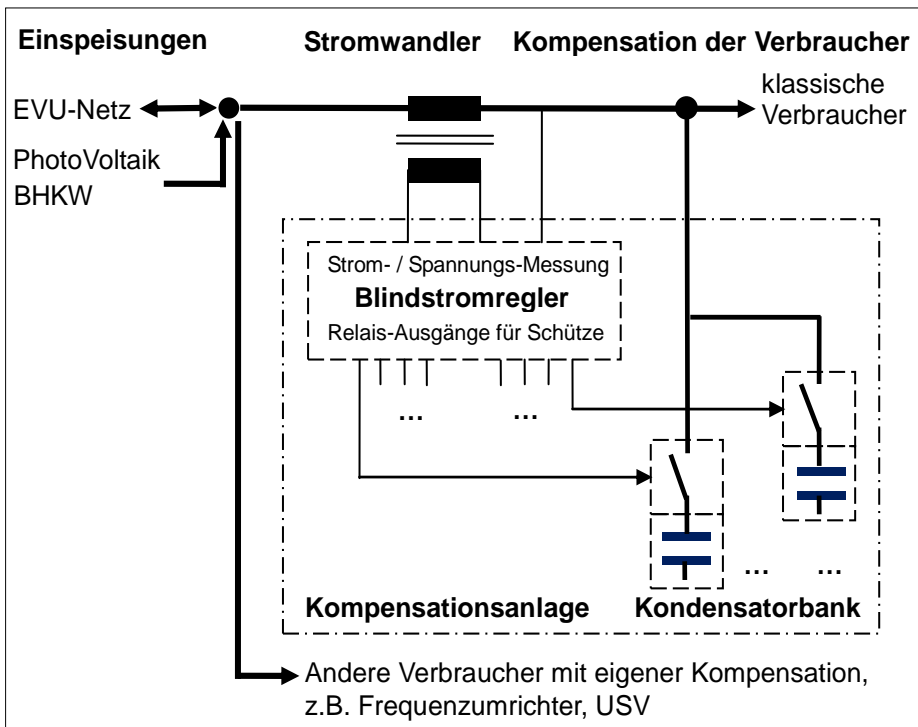

Abbildung 1
- Der Stromwandler muß zwischen allen einspeisenden (links) und allen verbrauchenden Geräten (rechts) einschließlich der Kompensationsanlage selbst eingebaut sein, siehe Anschlussschema Abbildung 1. Verbraucher mit eigener Kompensation (z.B. Frequenzumrichter, USV) sollen nicht in die Kompensation einbezogen werden.
- Wird das lokale Stromversorgungsnetz aus zwei oder mehr Einspeisungen versorgt, kann der Blindstromregler nur dann fehlerfrei arbeiten, wenn alle Einspeisungen und Kuppelschalter links und alle Verbraucher einschließlich der Kompensationsanlage selbst rechts vom Stromwandler angeschlossen sind, siehe Anschlussschema Abbildung 1.
Befinden sich (rechts, siehe Anschlusschema Abbildung 1) auf der Verbraucherseite einspeisende Geräte, z.B. eine Photovoltaik-Anlage kann der Blindstromregler mangels eines Stromwandlers an dieser Stelle nicht die Ströme zwischen verbraucherseitiger Einspeisung und Kompensations-Stufen sehen, regelt falsch und mißt falsche Werte bei der Überwachung der Leistungsstufen, was zur Außerbetriebnahme derselben führt.
- Blindstrom-Kompensation und **Notstrom-Versorgung**: i.A. wird empfohlen, eine ortsfeste Notstromanlage nicht mit der Blindstrom-Kompensationsanlage zu belasten, da der Dieselgenerator selbst Blindleistung in fast beliebiger Größe bereitstellen kann. Hierfür ist im Anschlussschema Abbildung 1 das Notstromaggregat rechts vom Stromwandler anzuschließen; dann ist keine Abschaltung der Blindstrom-Kompensation notwendig.